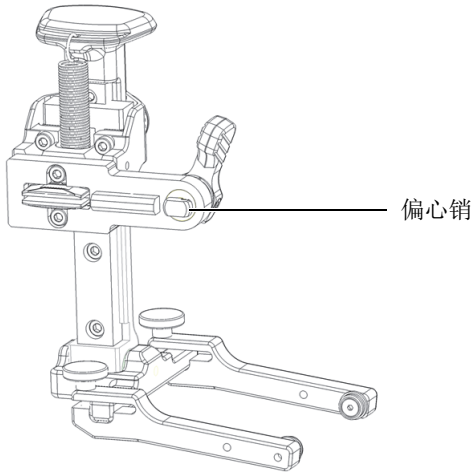

图 2-5 偏心销的平直沿处于水平方向
1. 使用定位杆，对齐偏心销的位置，使其平直沿处于水平方向（参见第41页的图 2-5）。